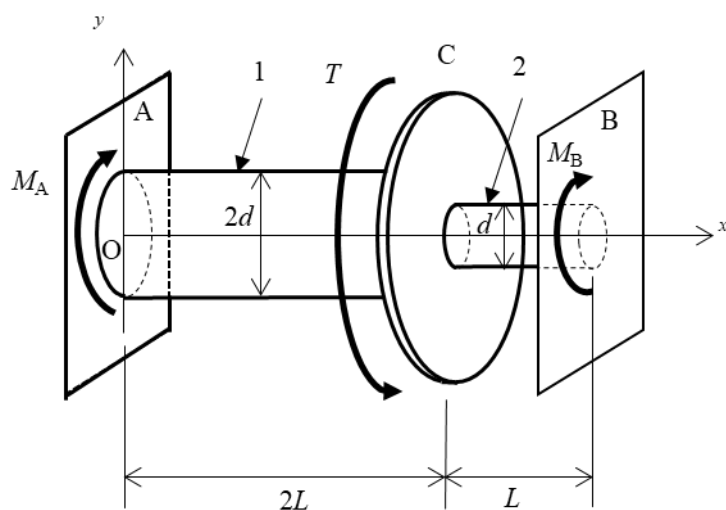

Fig. 2 円筒部材
- [2] 図2 に示すように、直径 $2d, d$ の円筒が剛体円盤Cで接合され、それぞれ他の端は剛体壁A, Bに固定されている。剛体円盤Cにはねじりモーメント $T$ が作用している。円筒の横弾性係数を $G$ 、点A及び点Bにおける反モーメントをそれぞれ $M_A, M_B$ として以下の設問に答えよ。